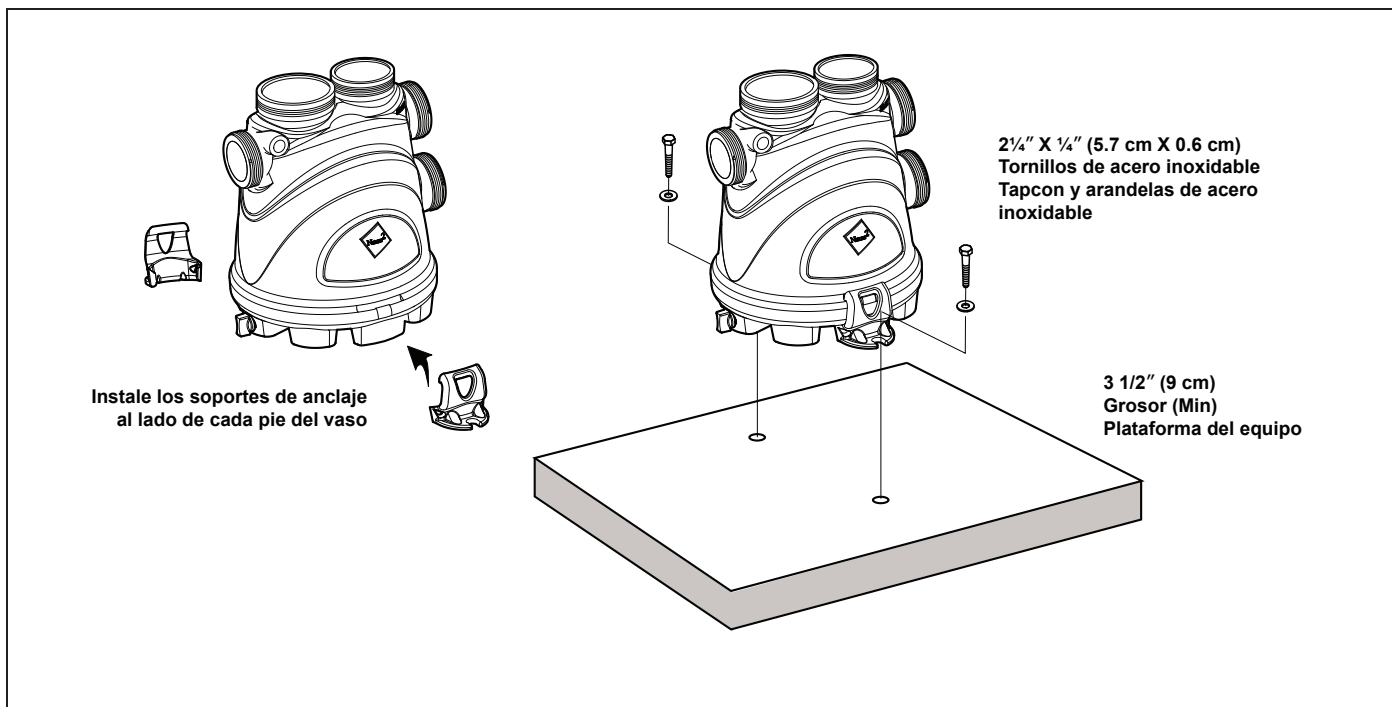

Figura 2. Instalación de los soportes de anclas
**NOTA** Tornillos y arandelas de anclaje para asegurar el vaso a la plataforma de los equipos no se incluyen con el vaso. Zodiac Pool Systems, Inc. ("Zodiac") recomienda que un 2 ¼" X ¼" (5,7 cm x 0,6 cm) de largo de acero inoxidable TAPCON® tornillo y arandela de concreto planos de acero inoxidable se utilizan para montar cada una de las dos (2) anclas en la base a la plataforma de los equipos. El tornillo de Tapcon concretas de Florida cumple con los requisitos del código de construcción.
1. Manualmente coloque las dos (2) anclas en los pies al costado del vaso, como se muestra en la Figura 2. Asegúrese de que estos soportes de anclas se coloquen firmemente a los pies de la vaso.
3. Perfore los agujeros de 5/32" (0,5 cm) en la plataforma para cada uno de lass dos (2) anclas. El tamaño correcto de broca de concreto debe ser obtenido cuando se compran los tornillos de concreto.
4. Instale los tornillos Tapcon y arandelas en cada uno de los dos (2) agujeros para asegurar el vaso a la plataforma de equipos. No se exceda en apretar los tornillos.